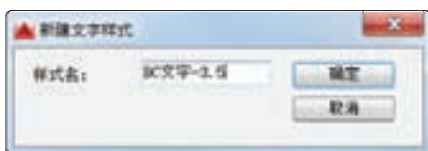

图 4-20 “新建文字样式”对话框
- 4) 在“新建文字样式”对话框中的“样式名”文本框中输入“BC 文字-3.5”，如图 4-20 所示，然后单击“确定”按钮。